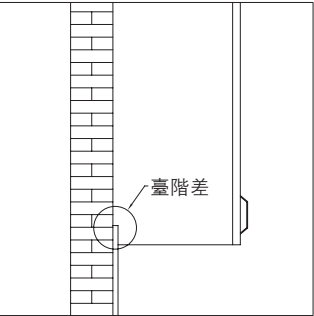
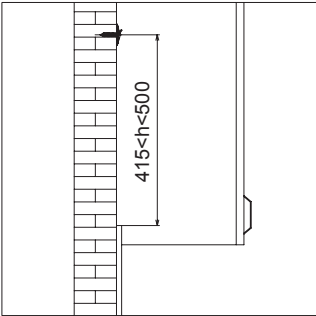
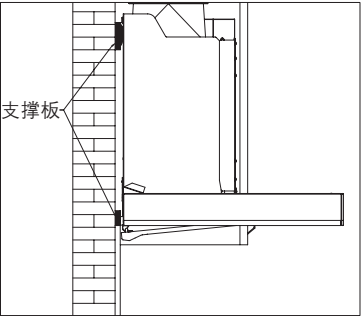

Fig. 1
Fig. 2
Fig. 3
- 吸油煙機安裝牆面存在圖 Fig.1 所示臺階差時，若存在圖 Fig.2 所示情況，請按照 Fig.3 操作，即在掛鈎及油煙機墊腳背部增加支撐板，要求支撐板厚度與臺階高度一致。